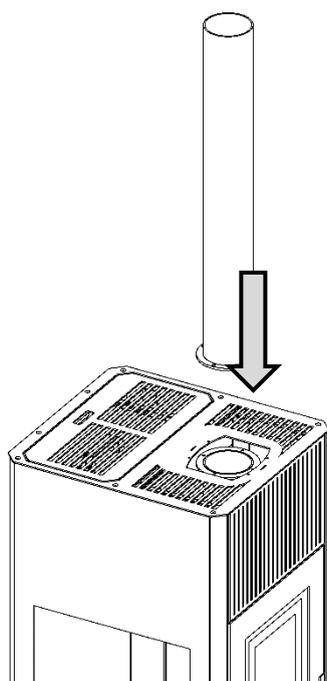

Fig. 01
1. Avvitare il tubo fumi alla flangia sottostante utilizzando le viti in dotazione (Fig.01)